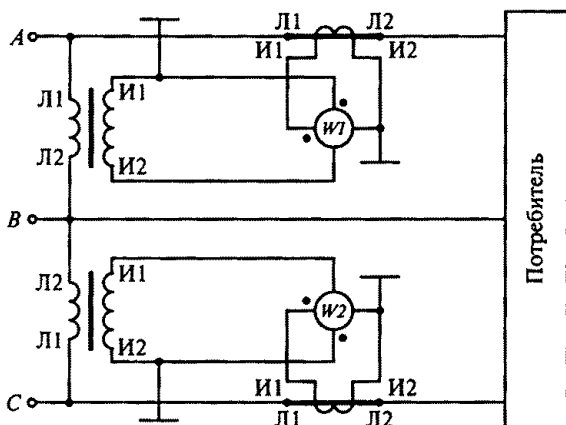

Рис. 180
6.54.Р. Для измерения мощности потребителя трехфазного тока используются два ваттметра, включенные по схеме, показанной на рис. 180. Коэффициенты трансформации трансформаторов напря-